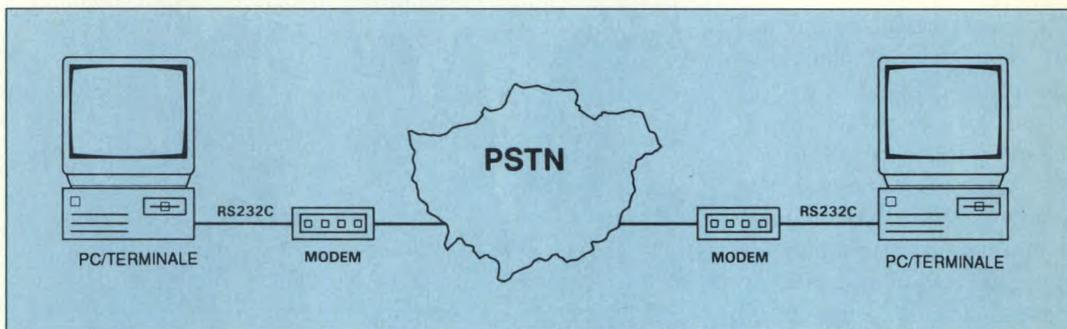

Figura 1. Il disegno mostra la classica applicazione del modem.
dulatore-demodulatore. In Figura 1 è illustrato il sistema con cui due computer vengono collegati attraverso la rete telefonica ed una coppia di modem. L'ammasso amorfo al centro del diagramma, indicato con PSTN (Public Switched Telephone Network = rete telefonica commutata pubblica) consiste in una combinazione di linee telefoniche, ripetitori, centralini ed anche collegamenti via satellite. In questo articolo facciamo specifico riferimento alle linee telefoniche, ma queste tecniche si possono applicare a qualsiasi mezzo per la trasmissione della voce. I modem vengono anche usati per effettuare collegamenti dati via radio: proprio in questo modo i dati vengono immagazzinati con i registratori audio a cassette di cui sono dotati alcuni home computer. Chiunque si sia interessato di comunicazioni radio conoscerà i sistemi di modulazione disponibili: in parole povere, si può scegliere fra modulazione di ampiezza, modulazione di frequenza e modulazione di fase. Con la modulazione di ampiezza (AM), si raccoglie una frequenza al centro della banda passante (ad esempio, 1500 Hz), e la si trasmette a differenti ampiezze, corrispondenti ad uno 0 od un 1 binario. La soluzione più